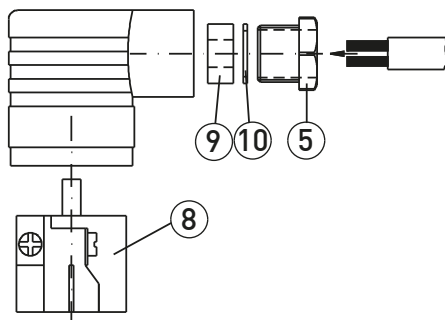

Abb. 4
- ↖ Führen Sie die Anschlussleitung durch die Kabelverschraubung ⑤, den Druckring ⑩ und den Gummieinsatz ⑨ in die Leitungsdose ein (→ Abb. 4).